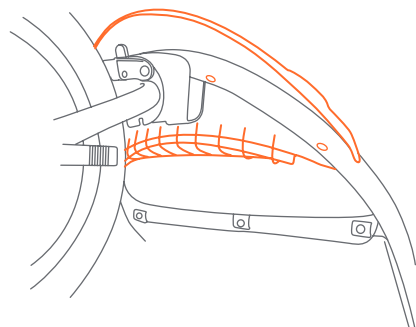

Fig. 24a
- 24)** • Alinee el guardabarros delantero y presiónelo en el armazón delantero (Fig. 24a).